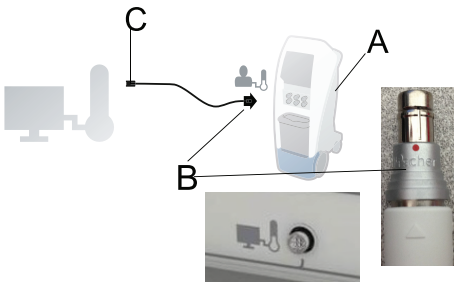

Abbildung 4 –
1. Richten Sie den roten Punkt am **wiederverwendbaren Patiententemperatur-Ausgangskabel** (B) auf den Anschluss für das externe Gerät am Regler (A) aus (Abbildung 4).